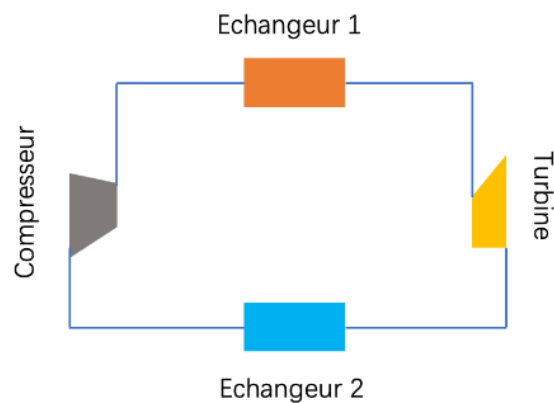

Figure 1 : Schéma de la TAG
1. A partir de la description du fonctionnement de la TAG, identifier les états 1, 2, 3 et 4 sur la figure 1 en annexe.